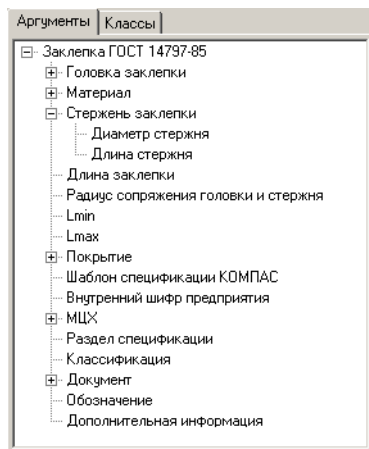

Рис. 4.139.
4. Укажите таблицу *Заклепки. Таблица 2*. Содержимое таблицы будет показано в области свойств, раскроется вкладка **Аргументы** (рис. 4.139).